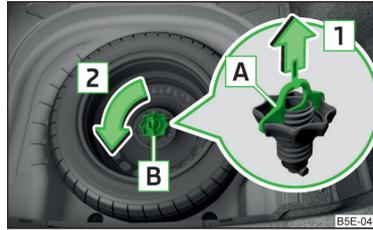

Abb. 217
Das Rad befindet sich in einer Mulde unter dem Bodenbelag im Gepäckraum und ist mit einer Spezialmutter **B** befestigt » Abb. 217.
- Die Sicherung **A** in Pfeilrichtung **1** herausziehen » Abb. 217.
- Die Mutter **B** entgegen der Pfeilrichtung **2** einschrauben » Abb. 217.